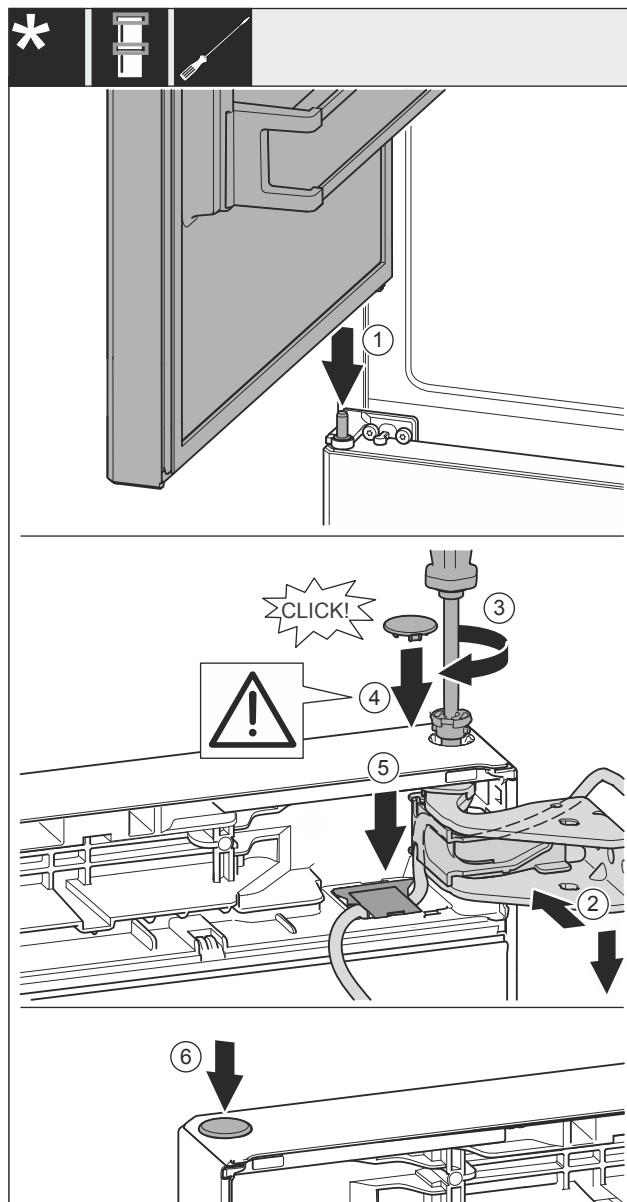

Fig. 55
- Futni derën lart mbi bulonin e rrotullimit në mes Fig. 55 (1).
- Niveloni derën lart për hapjen e saj në bazamentin mbështetës Fig. 55 (2).
- Futni bulonin Fig. 55 (3) dhe mbërthejeni me një kaçavidë.
- Vendosni kapakun mbulues Fig. 55 (4).
- Kontrolloni nëse kapaku mbulues Fig. 55 (4) qëndron mbi derë.
- Vendosni kapakun mbulues Fig. 55 (5) dhe shtyjeni për poshtë derisa të mbërthehet në vend.
- Vendosni kapakun mbulues Fig. 55 (6).